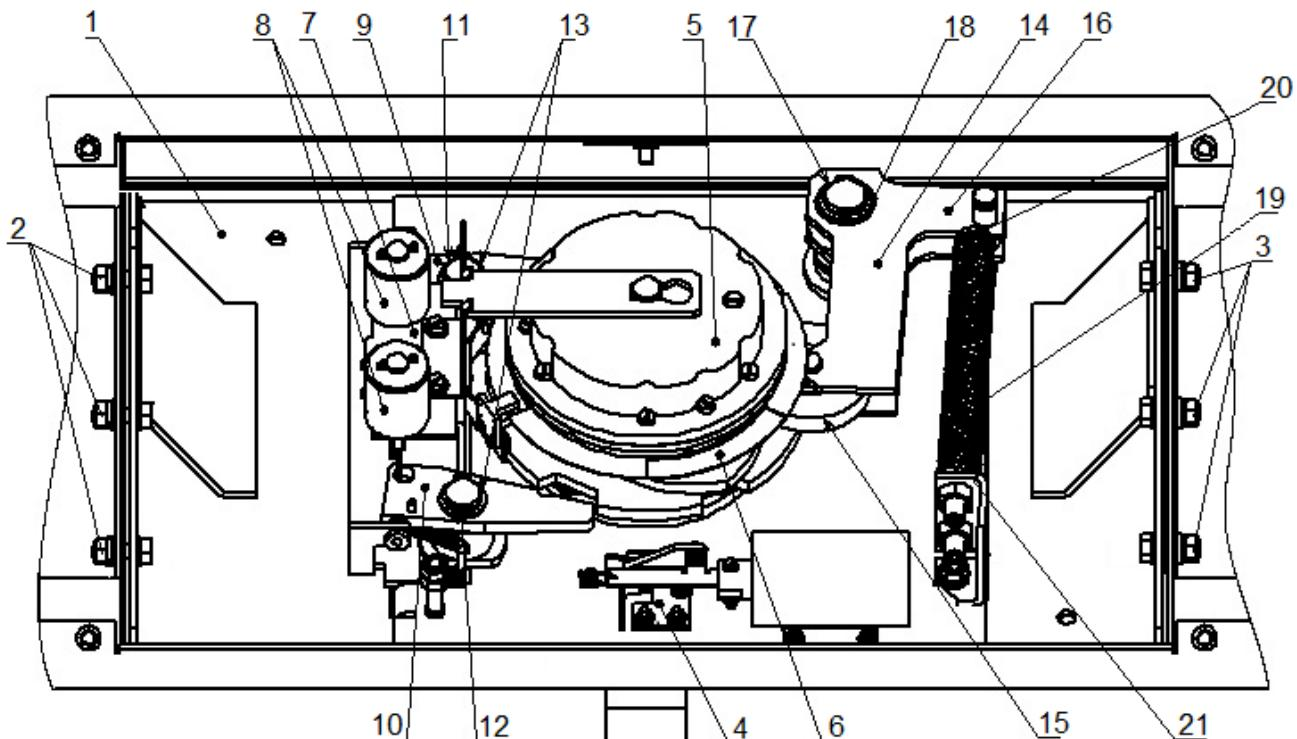

Рисунок 16. Узел вращения преграждающих планок турникета
6. Осмотрите узел вращения преграждающих планок турникета (см. рис. 16): устройство доворота (толкатель, пружины и ролик), оптические датчики поворота преграждающих планок и демпфирующее устройство.
- Удалите чистой ветошью, смоченной спирто-бензиновой смесью, возможное загрязнение с поверхности кольца контрольного (6, рис. 16), находящегося в зазоре оптических датчиков поворота преграждающих планок.
- смазкой **Chain and Rope Lube Spray - WEICON** оси вращения рычага толкателя (17, рис. 16) ролика (15, рис. 16) и стопоров (11, 12, рис. 16);
- смазкой **Chain and Rope Lube Spray - WEICON** детали механизма аварийного открытия прохода (4, рис. 16);
- смазкой ШРУС-4 точки крепления пружинворота (20, 21, рис. 16),
- Проверьте крепление преграждающих планок (5) в шарнирных узлах турникета и, при необходимости, подтяните крепежные винты.
15. Установите на место крышку (3) в порядке, обратном снятию и зафиксируйте ее винтом.